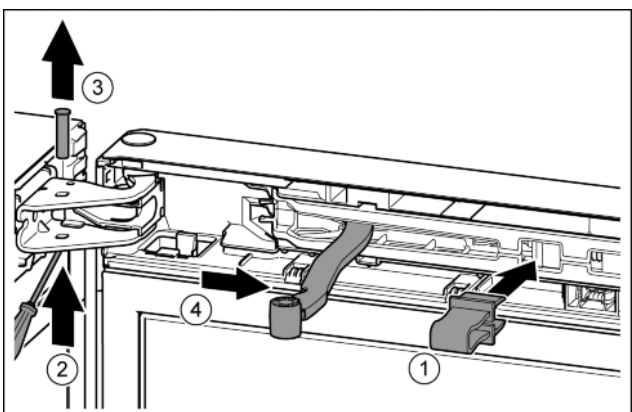

Fig. 10
- ▶ Зафиксировать предохранитель в отверстии. Fig. 10 (1)
- ▶ Выкрутить палец при помощи отвёртки. Fig. 10 (2)
- ▶ Извлечь палец движением вверх. Fig. 10 (3)
- ▶ Повернуть шарнир в направлении двери. Fig. 10 (4)